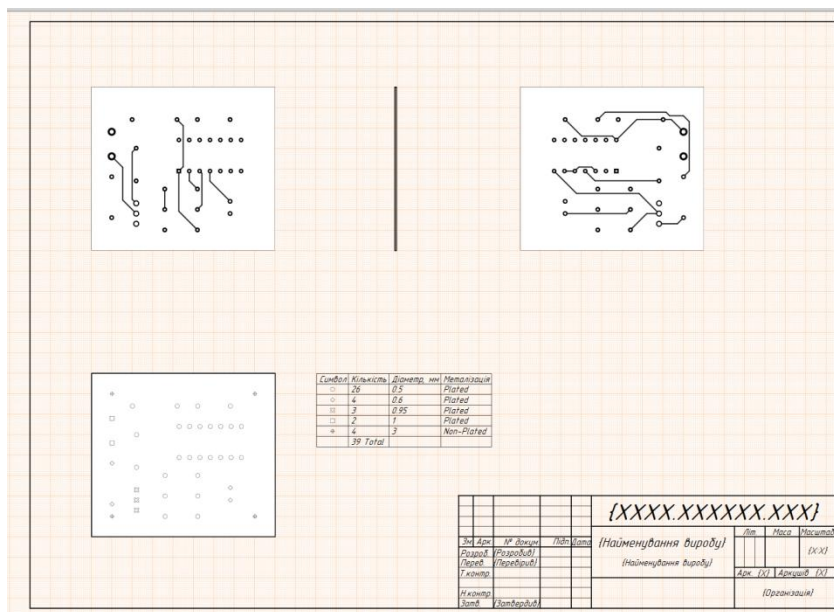

Рис. 6.6
- 25) Розмістіть види так, як зображено на рис. 6.6.